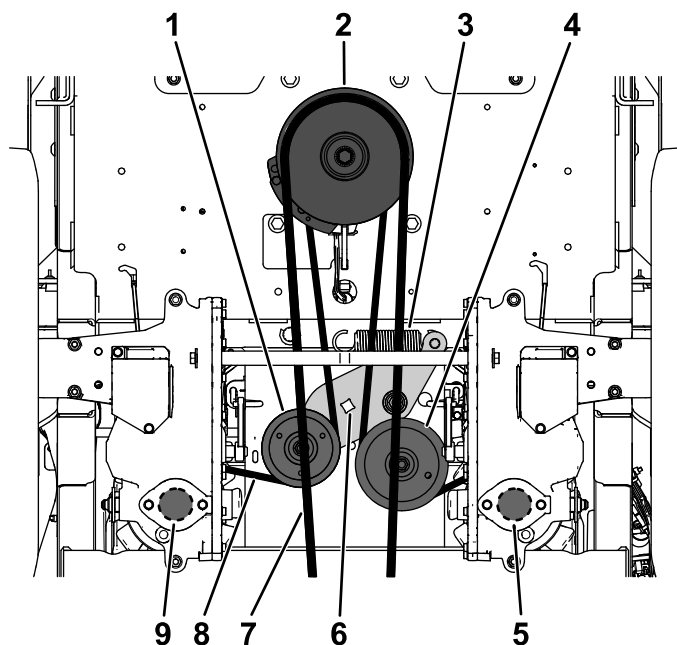

Figura 88
5. Utilice una llave de carraca de 1/2" o similar en uno de los orificios cuadrados del brazo tensor para aliviar la tensión del muelle tensor (Figura 88).
6. Retire la correa existente de la polea tensora, de las 2 poleas de transmisión de la bomba hidráulica y de la polea del motor (Figura 88).
7. Instale la correa nueva alrededor de la polea tensora, la polea del motor y de las 2 poleas de la bomba hidráulica (Figura 88).